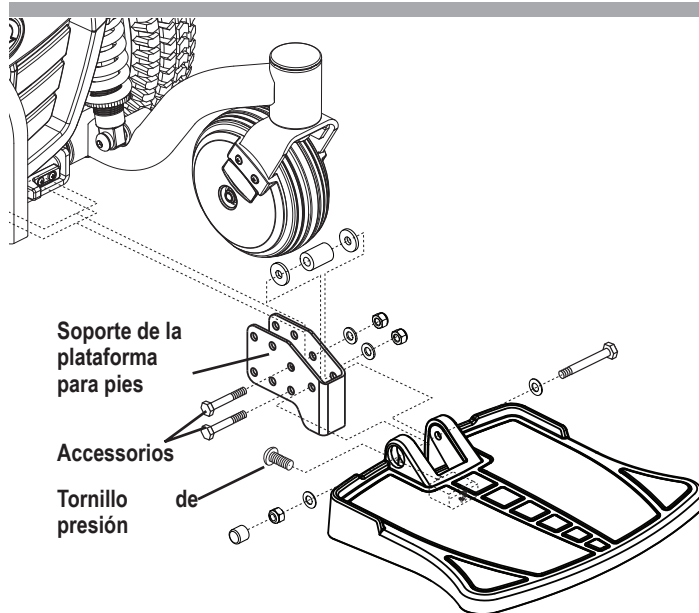

Figura 15. Altura del reposapiés
1. Retire los aseguradores de extracción fácil del soporte de la plataforma. **Ver figura 15.**
1. Levante la plataforma y localice el tornillo de presión **Ver figura 15.**